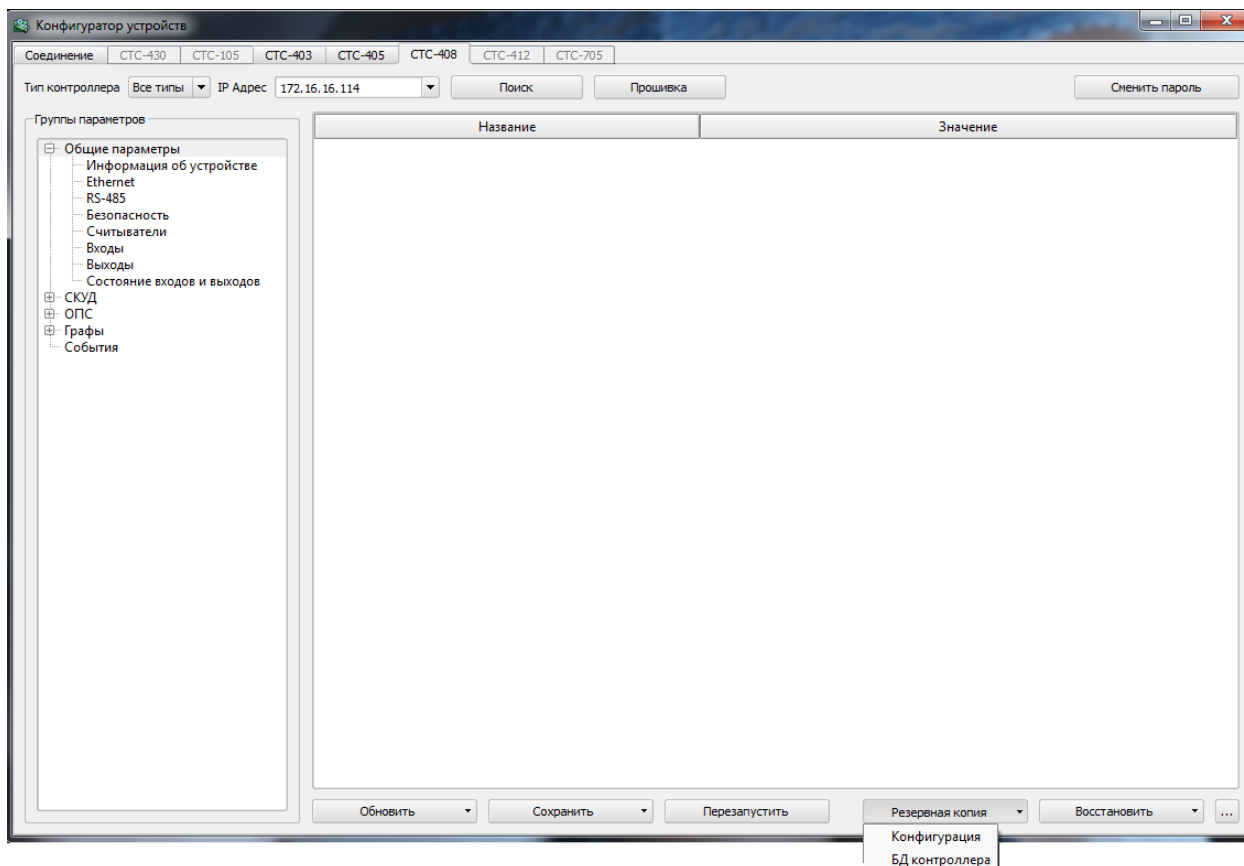

Рисунок 7
– «Резервная копия» – позволяет сохранить редактируемую конфигурацию или базу данных контроллера (все параметры и графы) в виде отдельного файла в указываемом пользователем месте на жестком диске (рисунок 7);